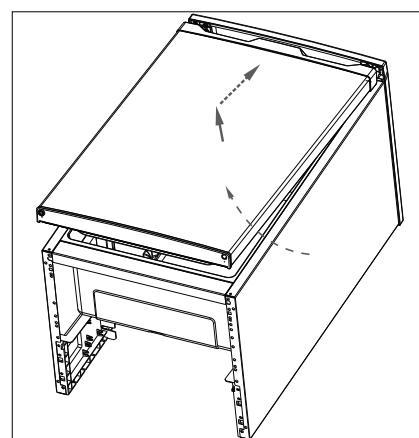

Fig. 11
- ▶ Riposizionare la porta del vano congelatore (4) sul vano congelatore, facendo scorrere la porta del vano congelatore (4) dal basso verso l'alto con una leggera inclinazione (fig. 11). Assicurarsi che il perno della cerniera superiore sia posizionato nella boccola della cerniera sul lato superiore della porta del vano congelatore e che la guarnizione combaci correttamente con il bordo dell'involucro.